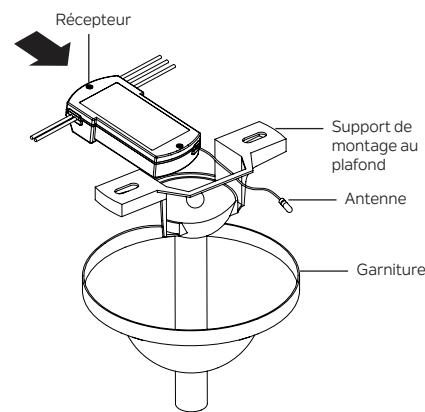

Fig. 1
Étape 1. Insérez le récepteur dans le support de montage au plafond, le côté plat du récepteur faisant face au plafond. (Fig. 1) Pour de meilleures performances, assurez-vous que le fil d'antenne noir (à l'extrémité du récepteur) reste tendu et ne s'emmêle pas avec les fils électriques.